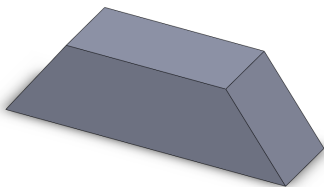

图 1-16 打开文件
- (3) 单击【打开】按钮，即可打开文件，效果如图 1-16 所示。